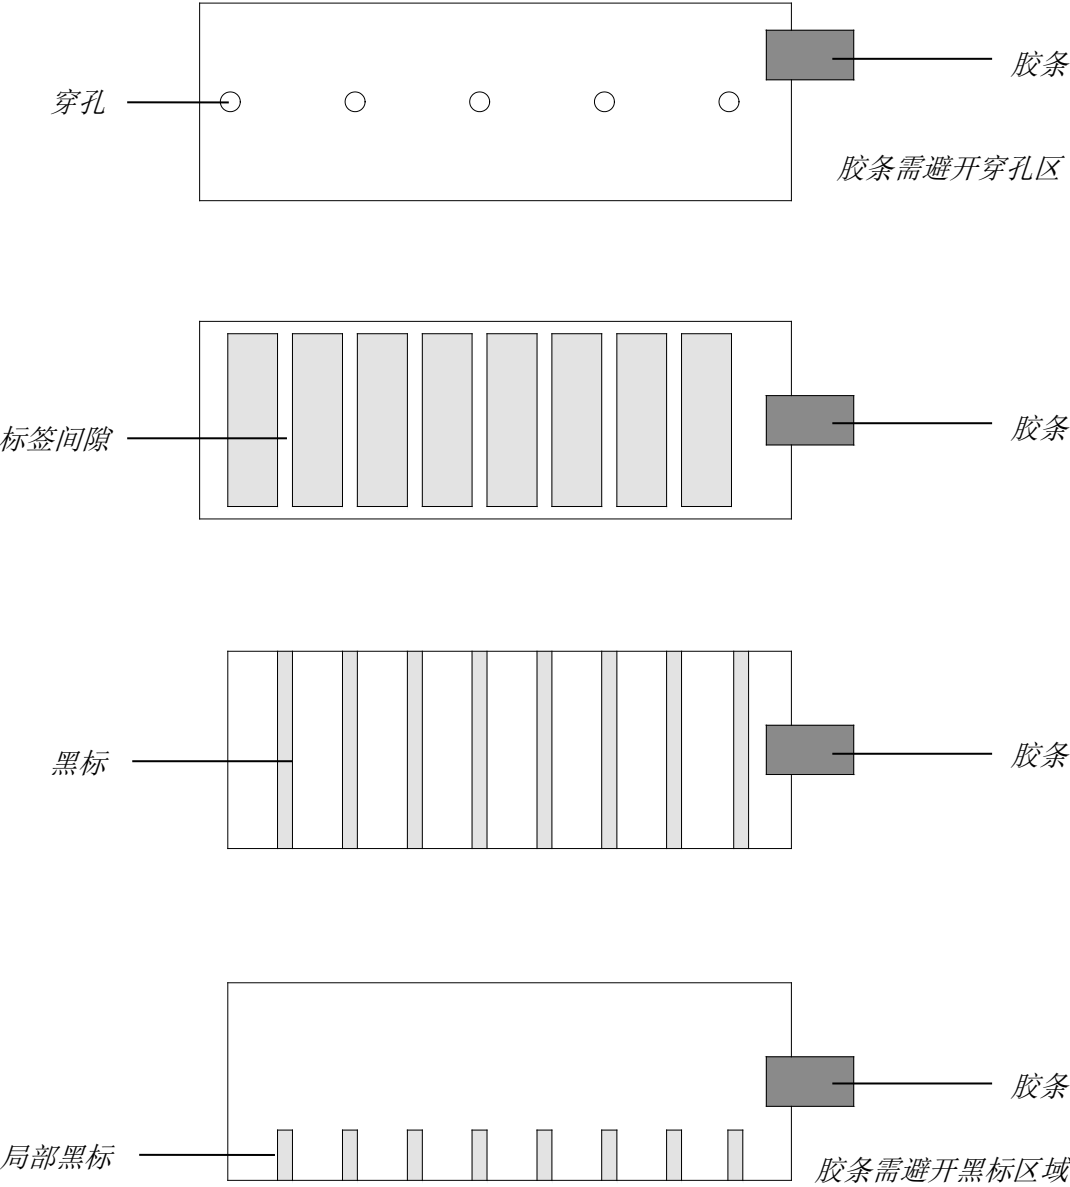

图 3-64 胶条粘贴位置
- 生产标签卷时，通常会用一小段胶条将标签固定在纸卷芯上，为保证纸张用尽时，纸张探测器能准确探测到无纸信号，请务必使纸张探测器位置避开胶条的粘贴位置。不同类型标签纸的胶条粘贴位置，如图 3-64 所示，请确保所用标签的胶条粘贴位置是正确的。